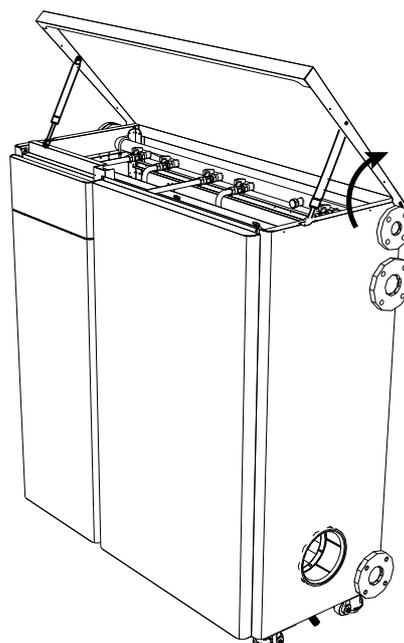

fig. 104
- 3.Alzare il coperchio (Vedi fig. 104)